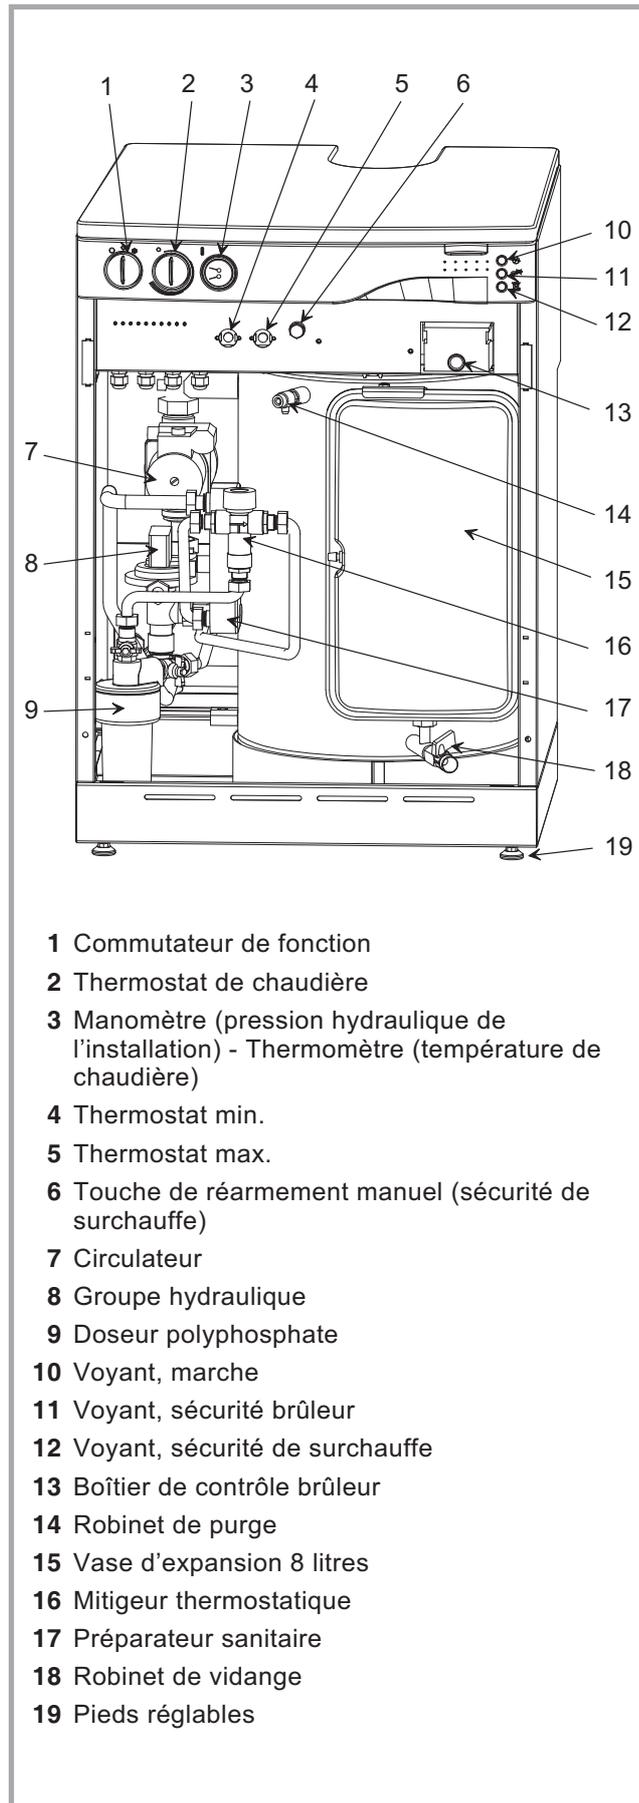

Figure 4
Le socle doit être bien ventilé : Agir sur les pieds (rep. 19, fig. 4, p. 5) de la chaudière pour obtenir un passage d'air d'environ 15 mm entre le socle et le sol.
- Positionner la chaudière et régler les pieds (rep. 19, fig. 4, p. 5). **Rappel** : passage d'air entre socle et sol = 15 mm mini.